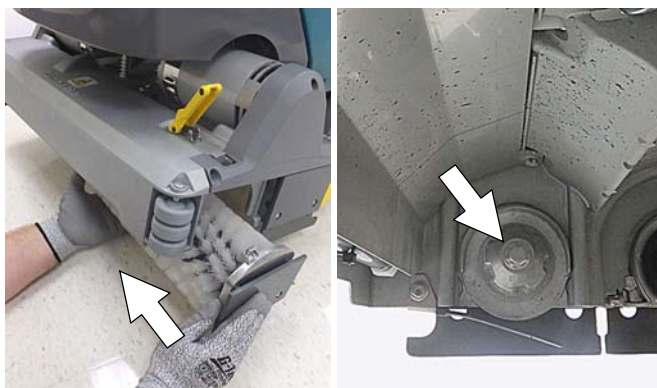

ABB. 18
4. Schieben Sie die Bürste auf die Antriebswelle und ziehen Sie den Verschluss wieder fest (Abbildung 18).